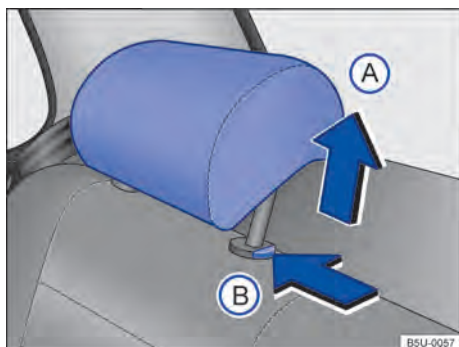

Fig. 59 Apoio para cabeça traseiros: ajustar.
- Empurrar o apoio para cabeça para cima na direção da seta → Fig. 59 (A) ou com a tecla → Fig. 59 (B) pressionada, empurrar para baixo → ⚠️ em *Introdução ao tema* na página 70.